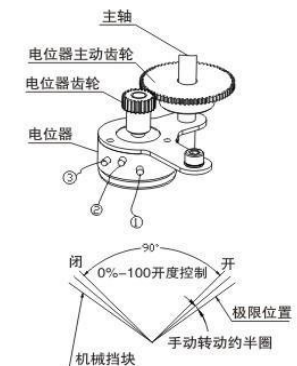

图12
7.3 电位器调整 (图12)
电位器在执行器中作为一种反馈信号输出，有三个输出端子，其中②脚接电位器的滑臂（参照图12）。①脚接执行器开动作时，与滑臂之间的电阻不断减小一端，③脚则接执行器关闭动作时与滑臂之间的电阻不断减小一端（注意：电位器不应出现阻值过零，跳变现象）。用手轮转动阀门到全开位置，以开到限位开关动作作为准用万用表测量，将接线端子上②脚①脚电阻调整到35-60之间。若不正确可通过转动电位器传动齿轮调整。